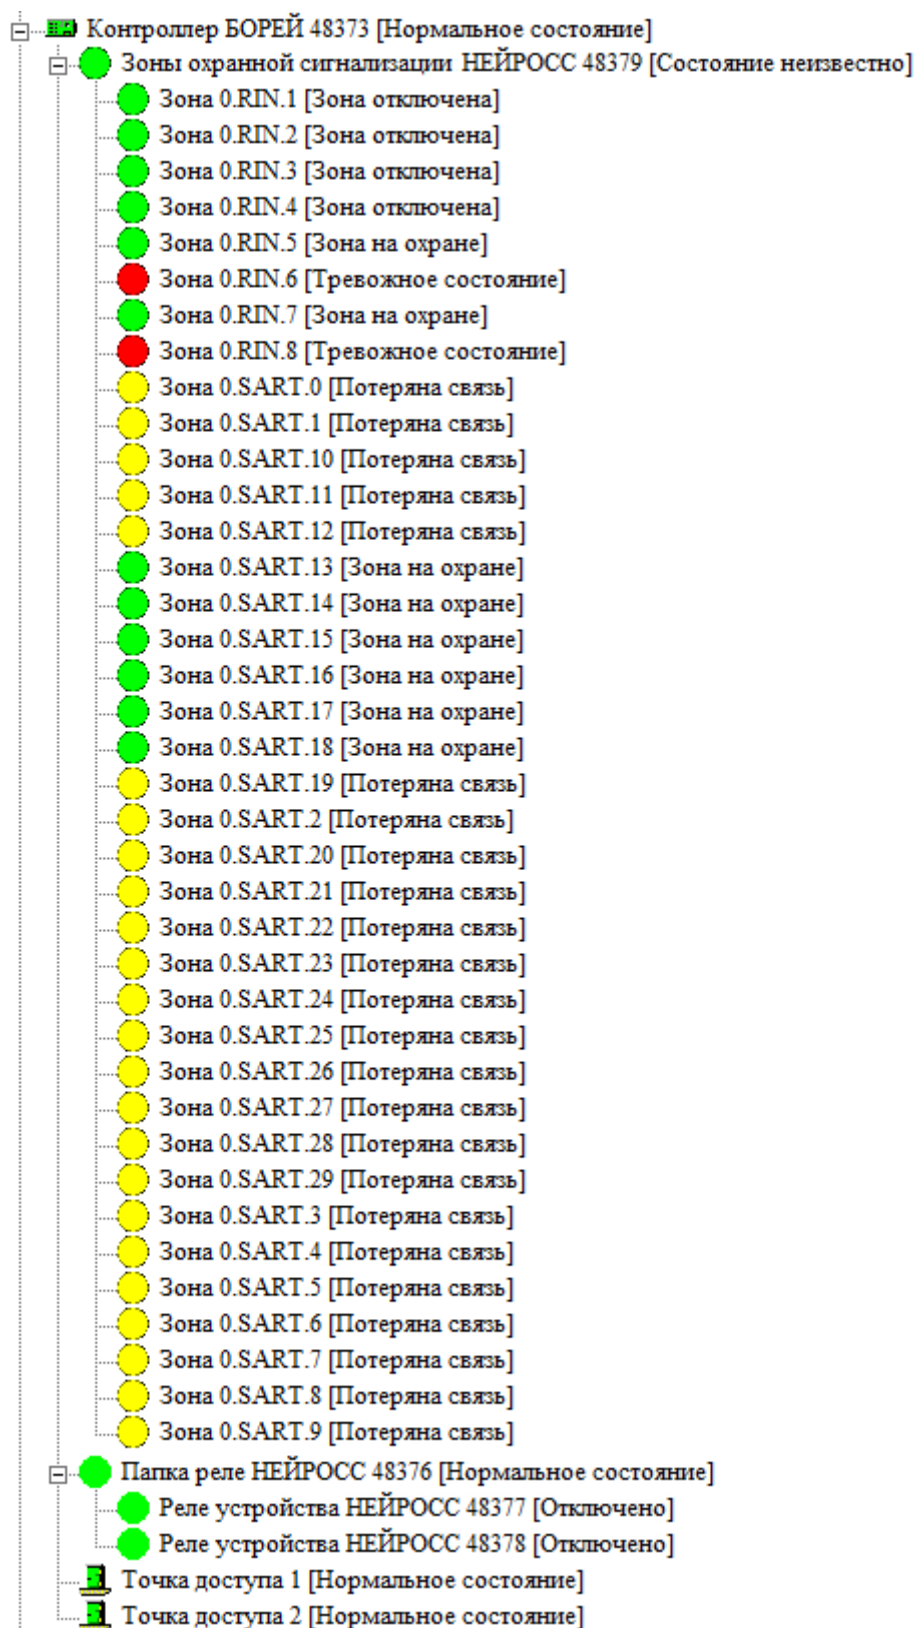

Рисунок 9.111 — Элемент **Контроллер БОРЕЙ**. Дочерние элементы
- Также будет произведён поиск всех устройств НЕЙРОСС («Борей», «ЯРС» и проч.), принадлежащих заданным в поле **Домен НЕЙРОСС** доменам. Для найденных устройств будут сконфигурированы соответствующие элементы **Контроллер БОРЕЙ**, **Контроллер ЯРС**, **Система ИТРИУМ** и проч., и их дочерние элементы: **Точка доступа НЕЙРОСС**, **Зона охранной сигнализации НЕЙРОСС**, **Реле устройства НЕЙРОСС** и проч. (рисунок 9.111).